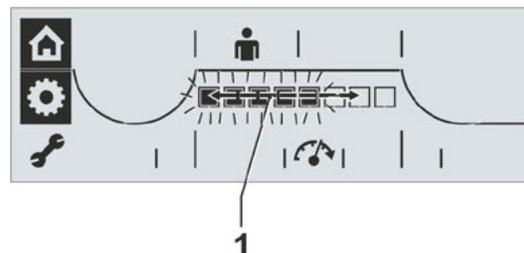

Fig. 2: Endre trinnet for turtall/vandringstid
- Trykk på dreiebryteren. De sorte segmentene i skalaen blinker (Fig. 2).
- Drei på dreiebryteren og velg ønsket trinn for turtall/vandringstid. Skalaen viser det valgte trinnet (Fig. 2, trinn 1).